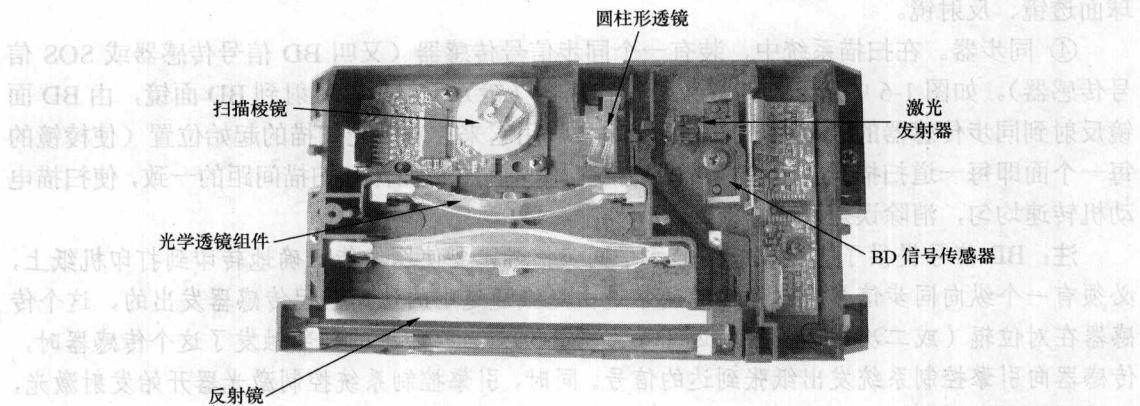
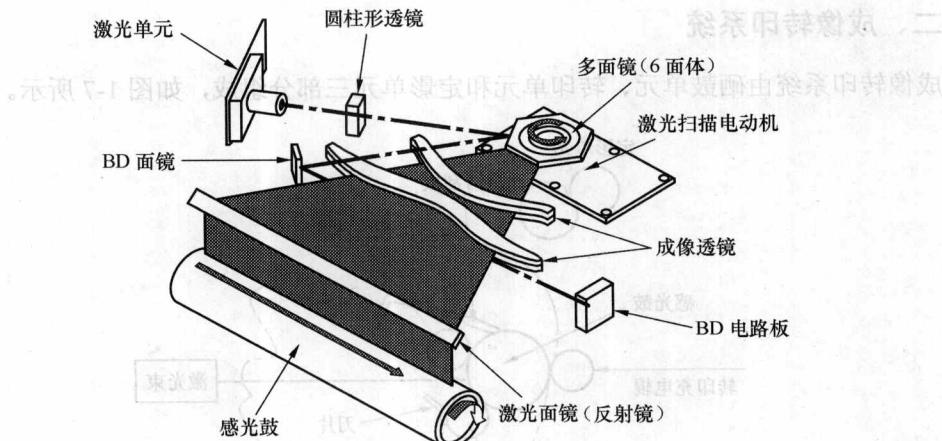

图1-5 激光/扫描系统结构图
图1-6 激光/扫描系统工作示意图
激光/扫描系统的主要作用是产生激光束，在OPC（感光鼓）表面曝光，形成静电潜像。如图1-5所示，激光/扫描系统主要由激光发射器、扫描器、光学组件以及同步器等部分组成。其系统工作示意图如图1-6所示。
③ 光学组件。为使扫描器反射产生的激光束，聚集形成规定大小的光点，消除光束传播过程中的漫射，需要用一组光学透镜对光束进行调制，提高扫描精度。它包括：弧面透镜、球面透镜、反射镜。
④ 同步器。在扫描系统中，装有一个同步信号传感器（又叫 BD 信号传感器或 SOS 信号传感器）。如图 1-6 中所示，激光束经过扫描器（镜）反射后，照射到 BD 面镜，由 BD 面镜反射到同步传感器的吸收窗转换为同步信号，用它来控制激光扫描的起始位置（使棱镜的每一个面即每一道扫描线有一个标准的扫描起始位置），从而保证扫描间距的一致，使扫描电动机转速均匀，消除误差。